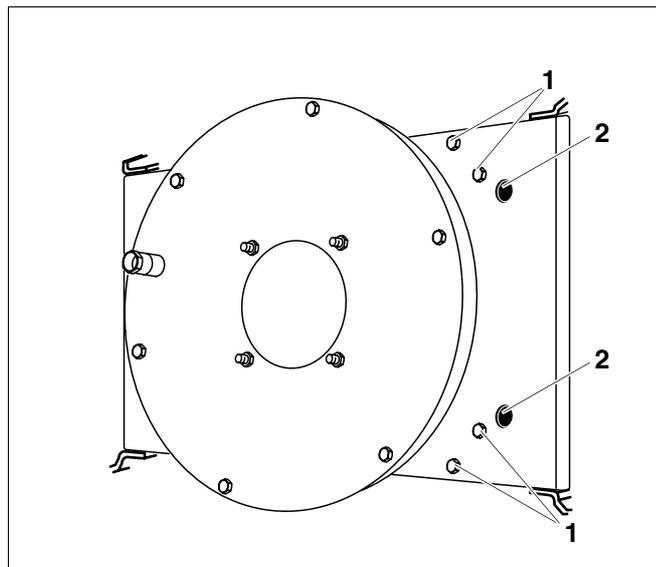
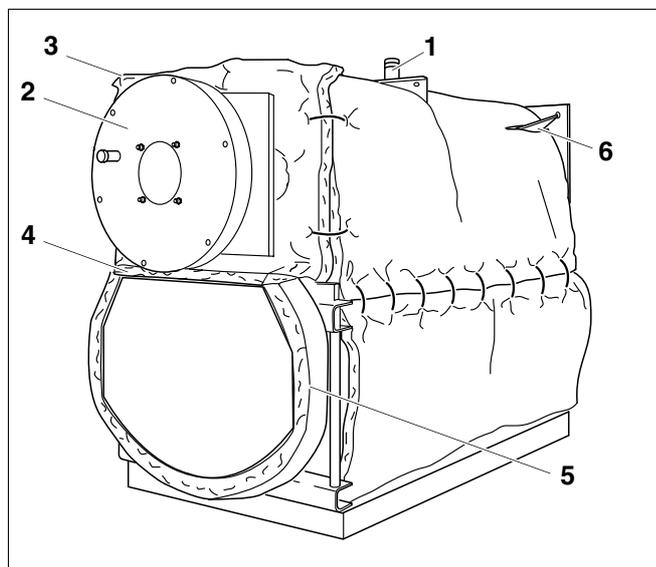
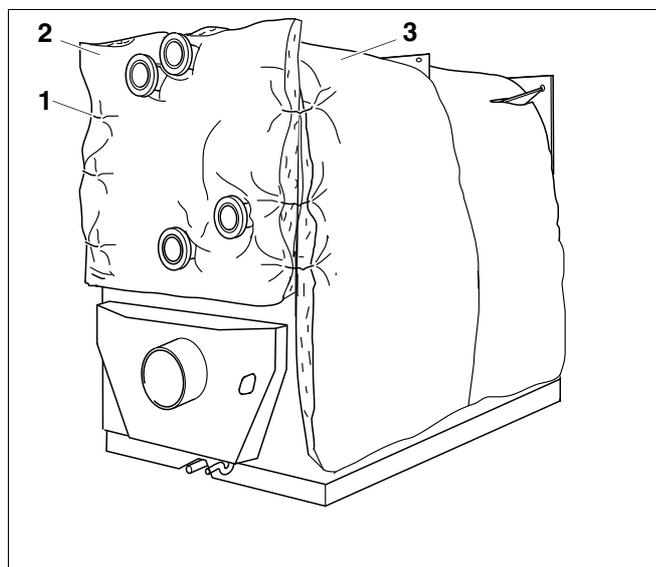

Fig. 6 Viti di apertura della porta del bruciatore
Fig. 7 Isolamento termico della porta del bruciatore
Fig. 8 Isolamento termico del pannello posteriore
Fare attenzione agli intagli per la protezione mancanza acqua e per il sostegno trasversale (fig. 7, pos. 1 + 6)!
- Rimuovere le 4 viti a testa esagonale (fig. 6, **pos. 1**) sul lato destro della porta del bruciatore (fig. 7, **pos. 2**) e le 4 viti a testa esagonale sul lato sinistro.
I fori (fig. 6, **pos. 2**) predisposti sulla porta del bruciatore (2 a destra e 2 a sinistra) sono previsti per l'aggancio di una gru o di un paranco, p.es. per rimuovere completamente la porta.
- Aprire la porta del bruciatore (fig. 7, **pos. 2**)
- Adagiare il materassino termoisolante con l'intaglio rotondo (fig. 7, **pos. 3**), il bordo largo deve essere rivolto verso l'alto, sul pannello anteriore del corpo caldaia (bordo largo in alto) e fissare con 4 fermagli (2 a destra e 2 a sinistra) alla protezione termoisolante della caldaia.
- Applicare le strisce di rivestimento termoisolanti (fig. 7, **pos. 4**), davanti e sopra il coperchio girevole.
- Applicare le strisce termoisolanti (fig. 7, **pos. 5**) lateralmente intorno al coperchio girevole, partendo dal basso e fissarle con 2 fermagli.
- Adagiare l'isolamento termico (fig. 8, **pos. 2**) sul pannello posteriore della caldaia rispettando la posizione degli intagli e fissare con 6 fermagli (fig. 8, **pos. 1**, 3 a destra e 3 a sinistra) all'isolamento termico della caldaia (fig. 8, **pos. 3**).
- Inserire il materassino isolante della porta del bruciatore (fig. 7, **pos. 3**) e del pannello posteriore (fig. 8, **pos. 2**) nei bordi ripiegati superiori della traversa anteriore e di quella posteriore.